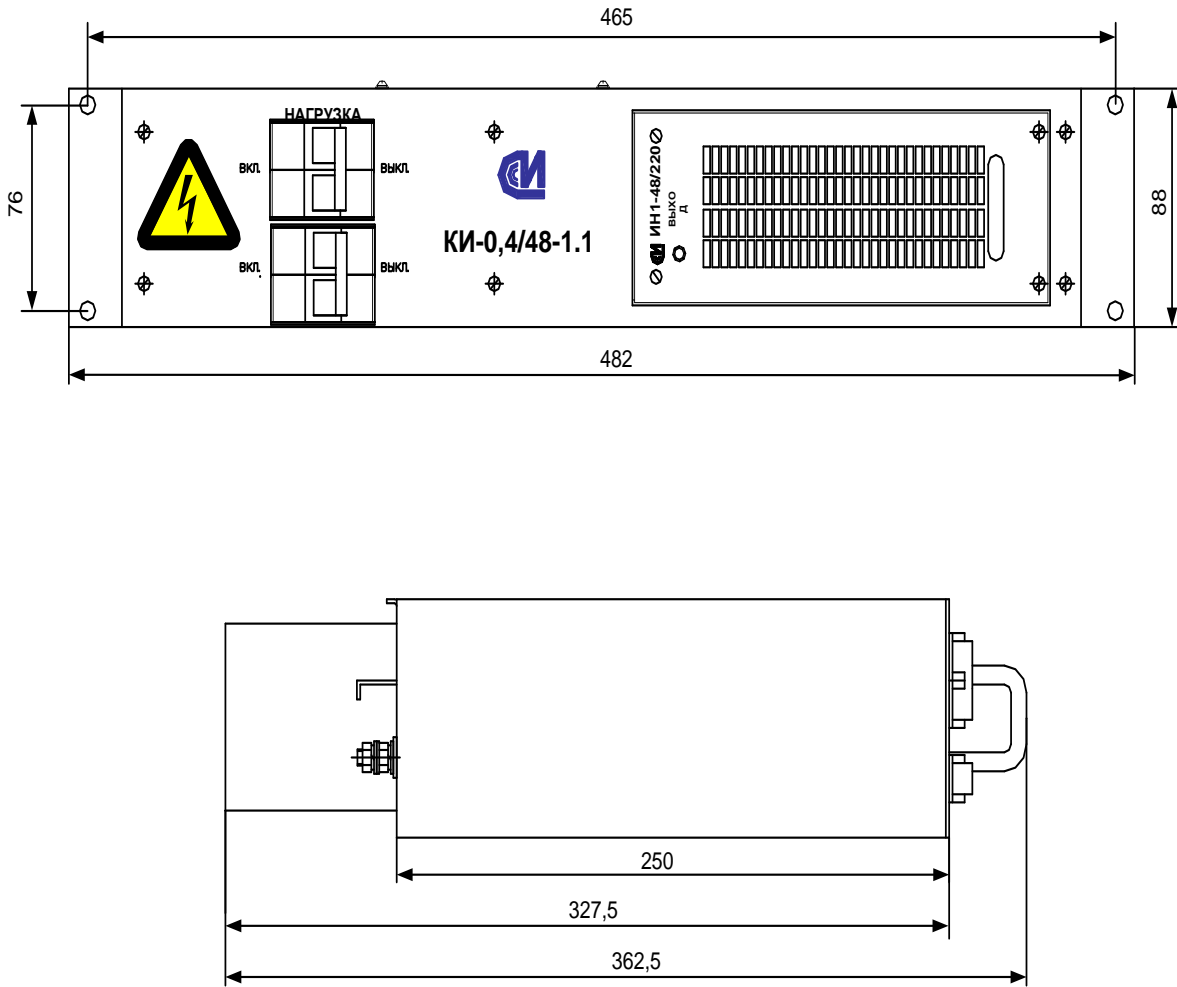

Рис. 1
- 2.9 Внешний вид и габаритно-присоединительные размеры указаны на рис.1.